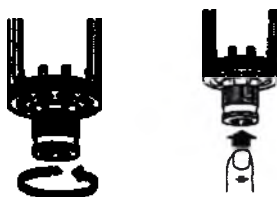

Рис. 7.41
- Один раз в неделю удаляйте воду, скопившуюся в стакане воздушного фильтра (рис. 7.41). Для этого выполните следующее (работа должна выполняться с ресивером под давлением):